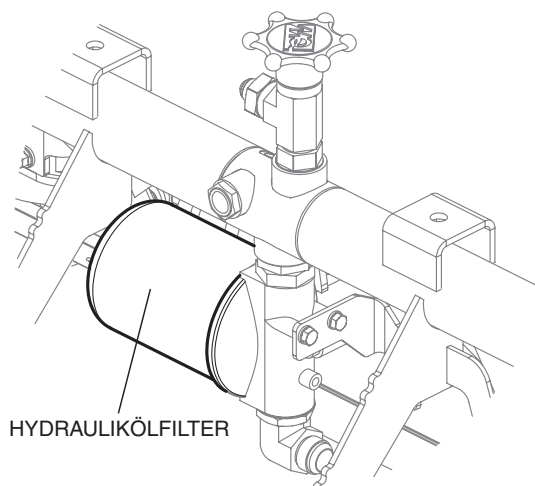

Figure 28. Hydraulikölfilter
1. Wechseln Sie das Hydrauliköl und Ölfilter (Figure 28) nach den ersten 100 Betriebsstunden aus, danach alle 250 Stunden. Verwenden Sie einen 10-Micron-Filter absolut für synthetische Stoffe.